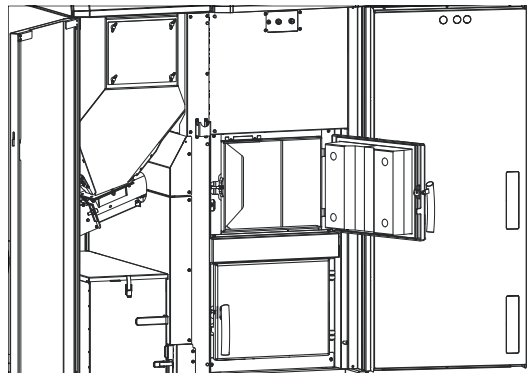

Fig. 36 Aprire la porta di contenimento e lo sportello della camera di combustione
- Aprire la porta di contenimento e lo sportello della camera di combustione – Fig. 36 – vedere anche punto 8 alla pagina 11.